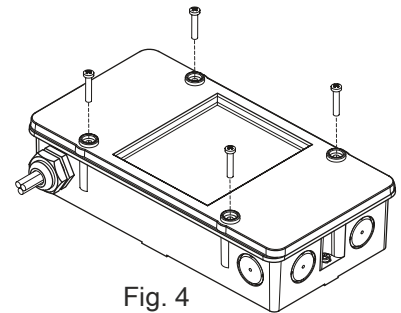

Fig. 4
6. Close housing using supplied screws (Fig. 4).
6. Schließen Sie das Gehäuse mit den mitgelieferten Schrauben (Fig. 4).
6. Fermez le boîtier avec les deux vis fournies lors de la livraison (fig. 4).